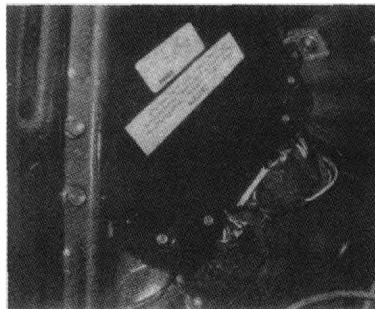

图0-3 位于控制器壳体上的校正代码
(3) 校正代码 校正代码通常位于动力系控制模块(Power Train Control Modules,简称PCM)或其他控制器上。在诊断发动机运行故障的时候，常常需要知道校正代码，以确定相应的技术服务通报或维修程序。在订购或更换控制单元时也需要这些信息。常见的校正代码如图0-3所示。